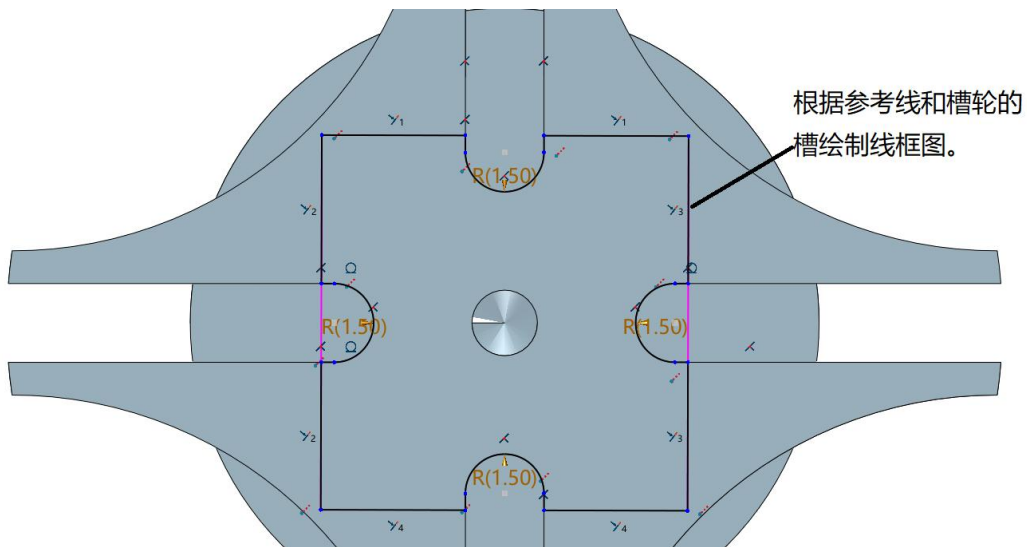

图 16-4 线框图绘制
(4) 隐藏定位夹具，在草图状态线绘制线框图，如图 16-4 所示。